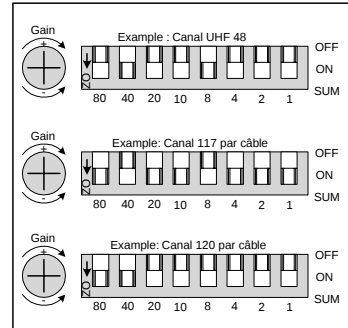

Figure 3
- On programme le canal en additionnant les chiffres qui apparaissent sur la plaquette de circuits, juste en dessous des commutateurs (figure 3). Dans l'exemple du haut, on a déplacé les commutateurs « 40 » et « 8 » à « ON » de manière à obtenir le canal UHF 48 (40 + 8 = 48).